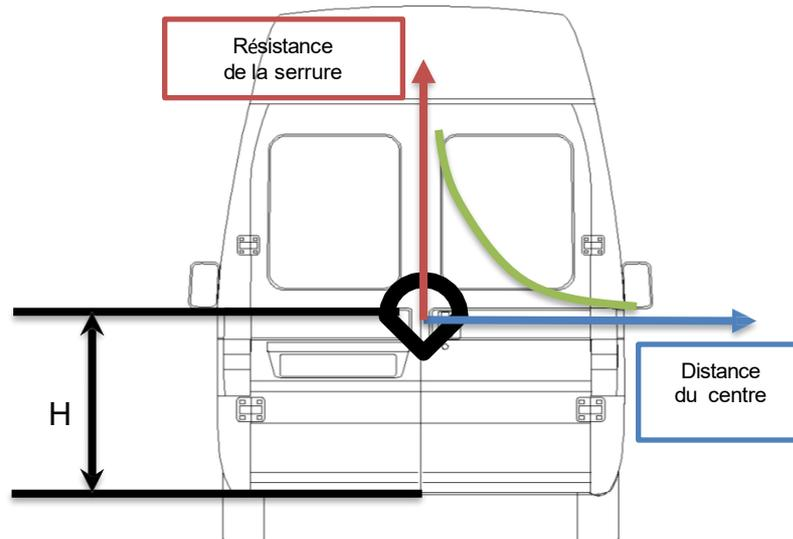

Fig.4
- Le positionnement du blindage par rapport au bord inférieur de la porte "H" doit être tel qu'il maximise l'efficacité, donc autant que possible au centre de la porte (voir fig. 4).